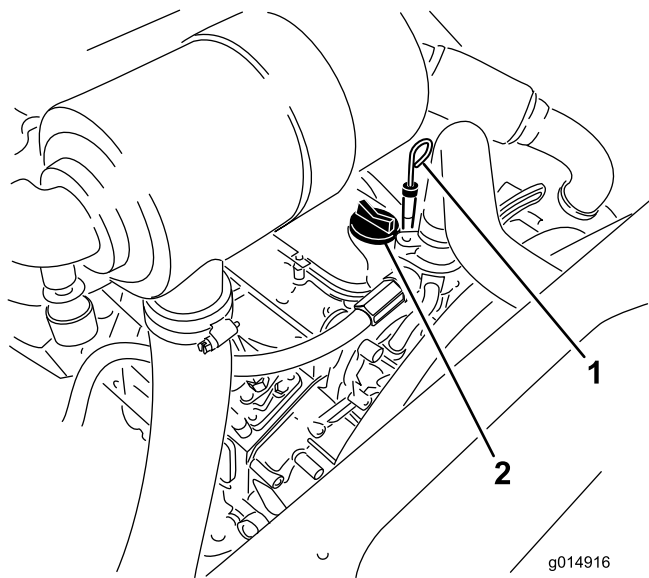

図 27
5. オイルの量がFULLマークよりも下である場合は、補給キャップ 図 27 を取り、FULL 位置までオイルを補給する。入れすぎはよくない。